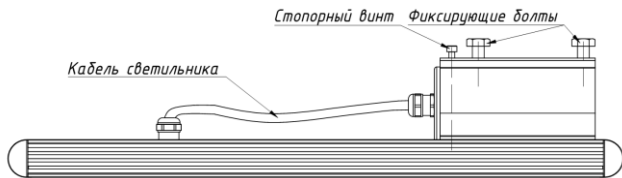

Рисунок 11.
5.10.5. Наденьте крепление на монтируемую трубу. Труба должна упираться в Стопорный винт (рисунок 11).